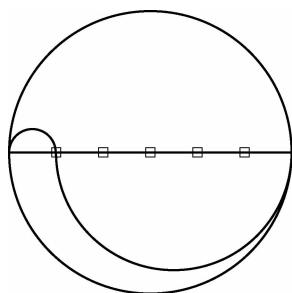

图 4-46 绘制内圆弧
(4)绘制好最外圈的圆弧后,继续绘制里面的圆弧,如图 4-46 所示。